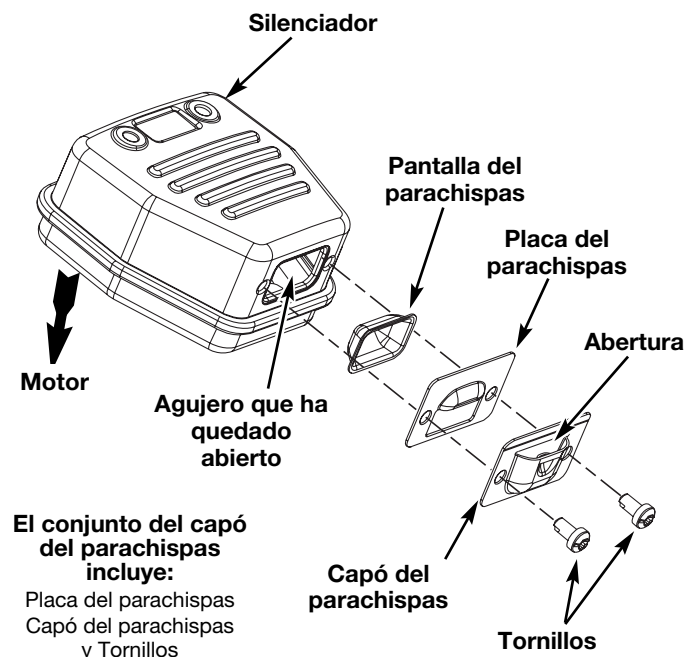

Fig. 31
2. Localice el silenciador, pero no lo quite. Busque los dos (2) tornillos en la parte inferior del silenciador (Fig. 31). Estos dos tornillos unen el conjunto de deflector de escape y la pantalla del parachispas a la parte inferior del silenciador. Quite los dos (2) tornillos usando una llave torx No. 20 o un destornillador plano.
6. Coloque la placa del parachispas encima del parachispas con el lado “levantado” hacia arriba mirando al motor (Fig. 31).
7. Coloque el capó del parachispas encima de la placa del parachispas con el lado “levantado” hacia arriba y la apertura mirando en dirección CONTRARIA al motor (Fig. 31). Asegúrese de que el escape se dirija en dirección CONTRARIA al motor.